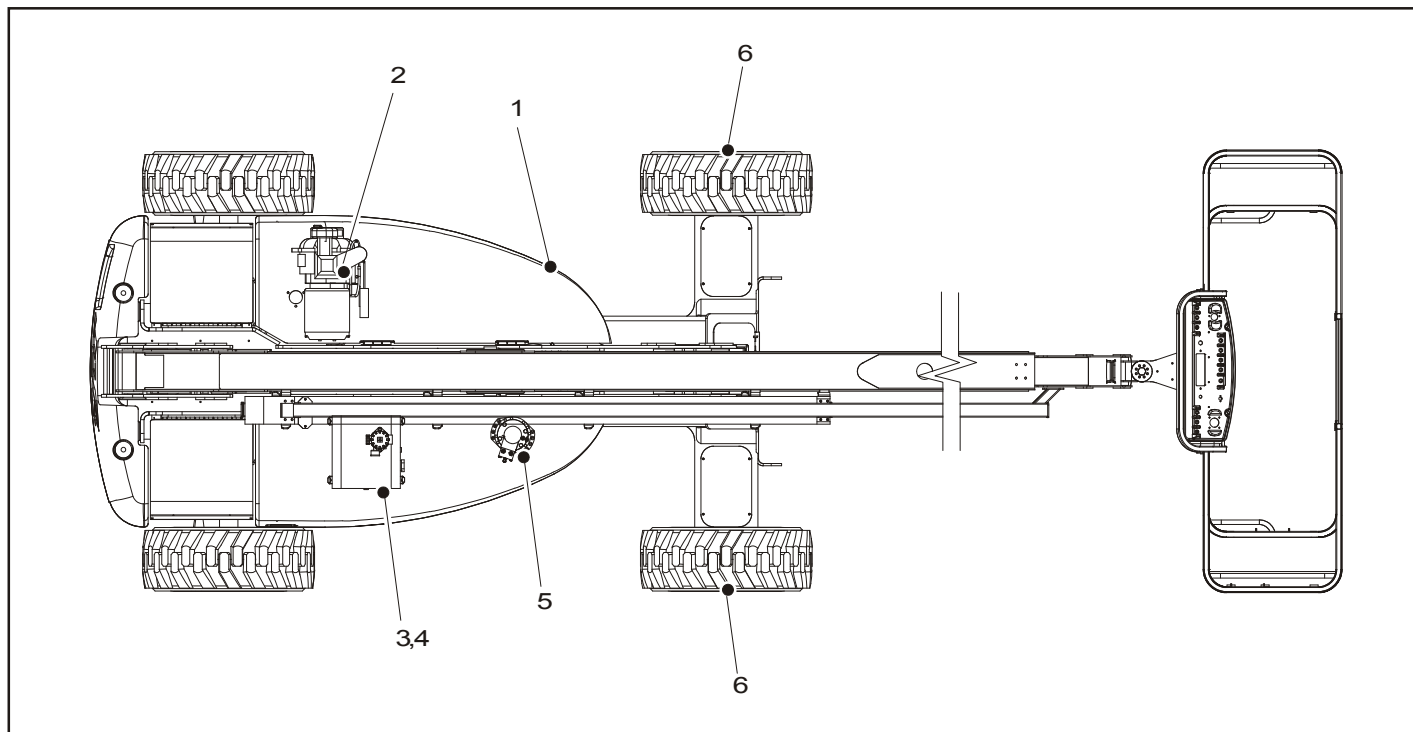

Fig. 6-4. Diagram över förarunderhåll och smörjning
**OBS!** Följande nummer motsvarar de i Fig. 6-4., Diagram över förarunderhåll och smörjning.